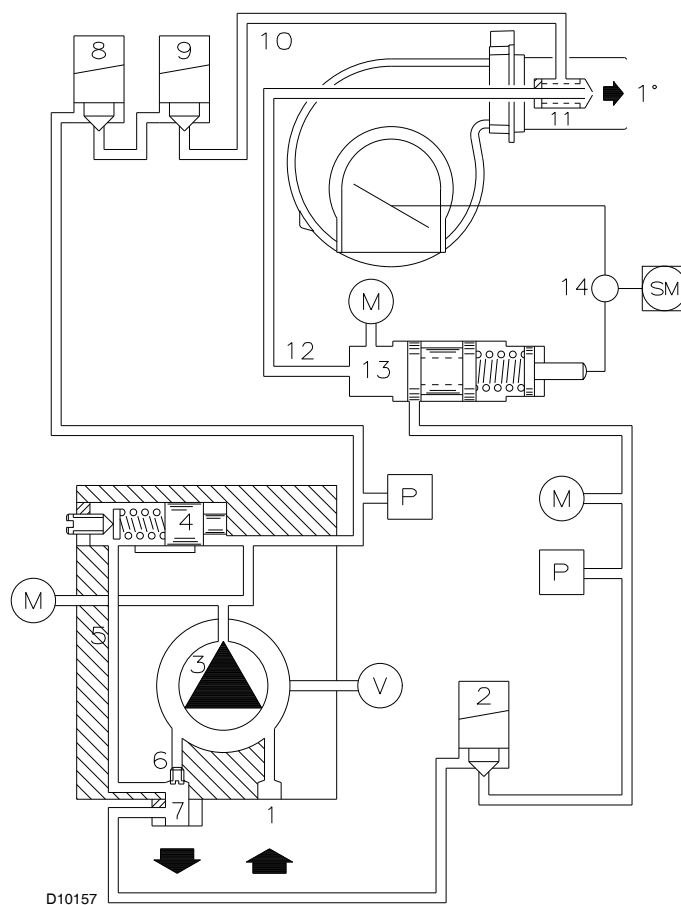

Fig. 38
- El control de funcionamiento se cierra, el motor arranca. La bomba 3)(Fig. 38) transporta el combustible desde el tanque a través de las tuberías 1) y bombea el mismo bajo presión para caudal. El pistón 4) se eleva y el combustible regresa al tanque a través de las tuberías 5) - 7).